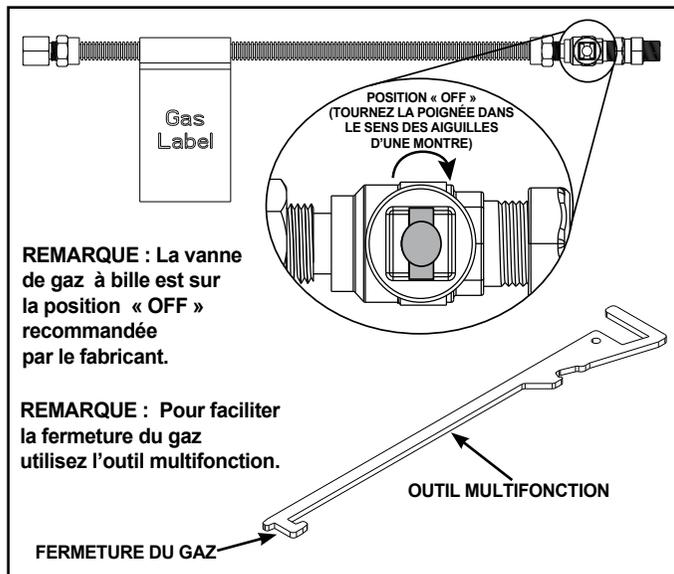

Figure 7.1 Fermeture du gaz
- Utilisez l'outil multifonction pour faciliter la fermeture du gaz. Se reporter à la figure 7.1. La vanne de gaz à bille est en position « OFF » recommandé par le fabricant.